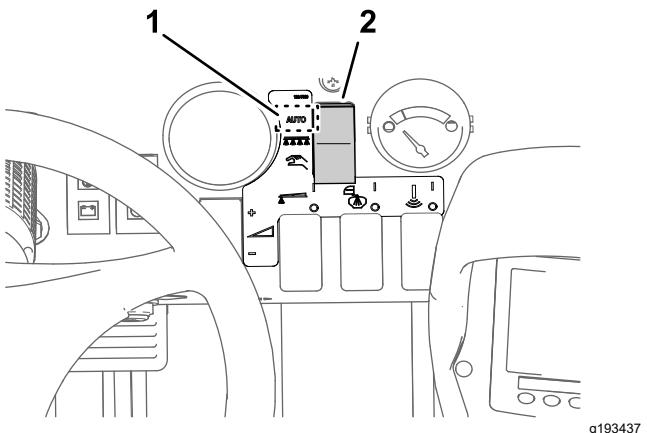

Figure 40
- Placez le secteur de mode du pulvérisateur en position Mode débit d'application (Figure 40).